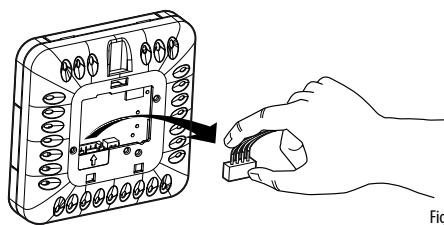

Fig. 2
2. 从前面部分拔下四芯连接线（Fig.2）
2. disconnect the 4-pin connector from the front part (Fig. 2);